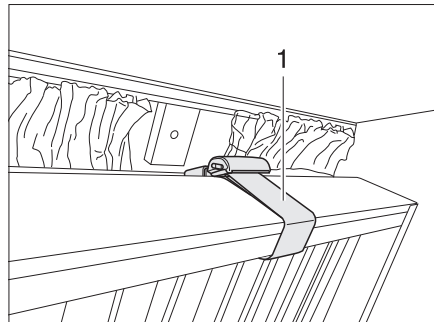

Bild 65 Våningssäng, fällbar
- ▶ Säkra våningssängen med säkerhetsremmen (Bild 65,1) när våningssängen är uppfälld. Risk för skador!
Våningssängarna kan fällas upp och säkras med säkerhetsremmen (Bild 65,1). Utrymmet under sängen kan då användas som förvaringsutrymme.